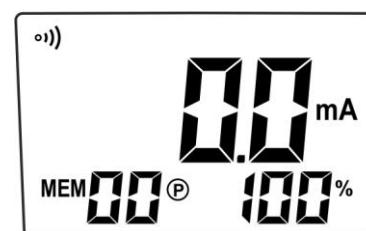

Fig. 24
- O instrumento apresenta a mensagem “**OL Ω**” no display, enquanto se configura automaticamente para a medição de resistências. Efetuar uma breve pressão do botão **▲A** para entrar no modo de medição da corrente. É apresentado o ecrã da Fig. 24.